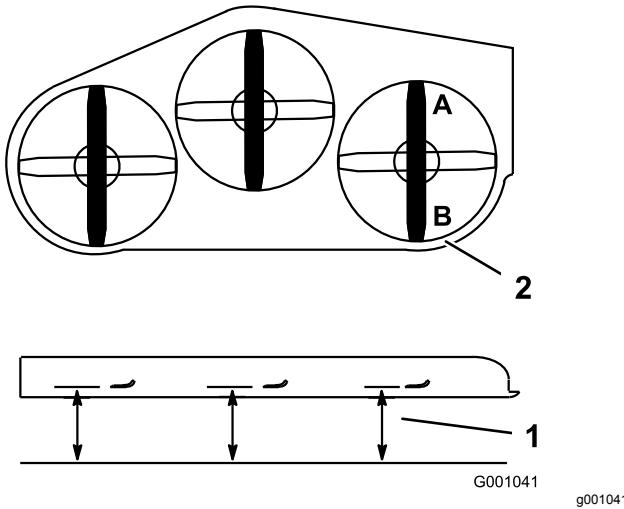

Figura 80
2. Coloque una cuchilla en posición longitudinal. Mida en las posiciones **A** y **B** desde una superficie nivelada hasta el filo de corte de los extremos de la cuchilla (Figura 80).